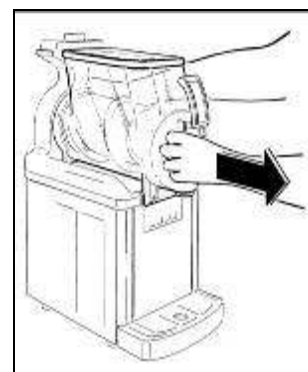

Fig. 17
- Tirare la vasca verso l'esterno e liberarla dalla propria sede (fig.17).